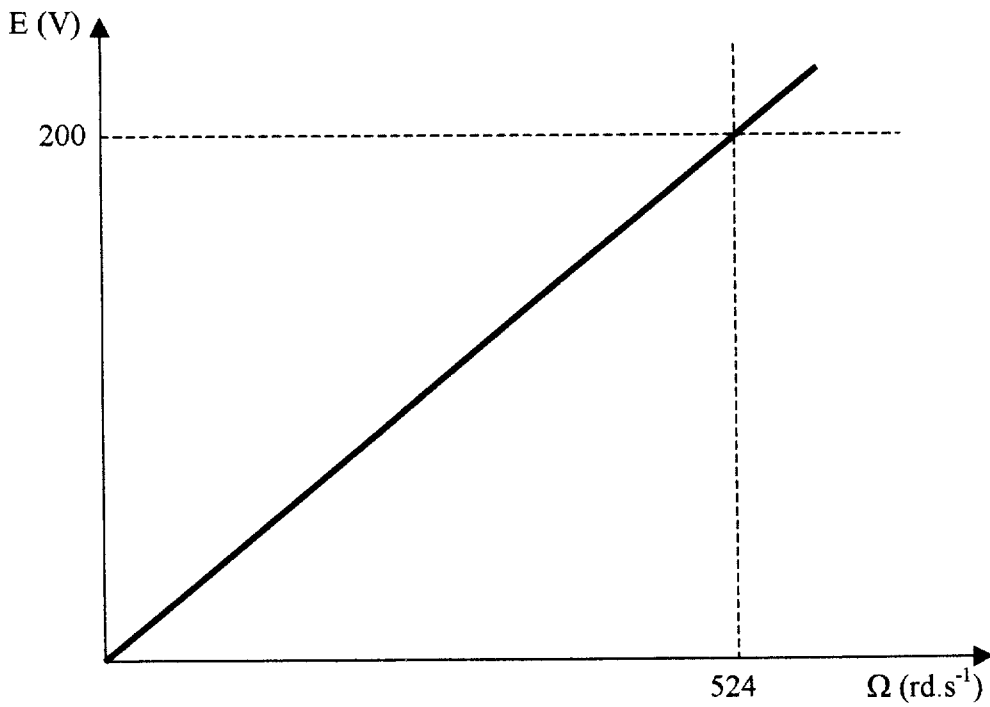

Figure 2
- On rappelle la relation :  $E = K\Omega$ . Le graphe de  $E$  en fonction de  $\Omega$  est donné à la **Figure 2** page 4/6.